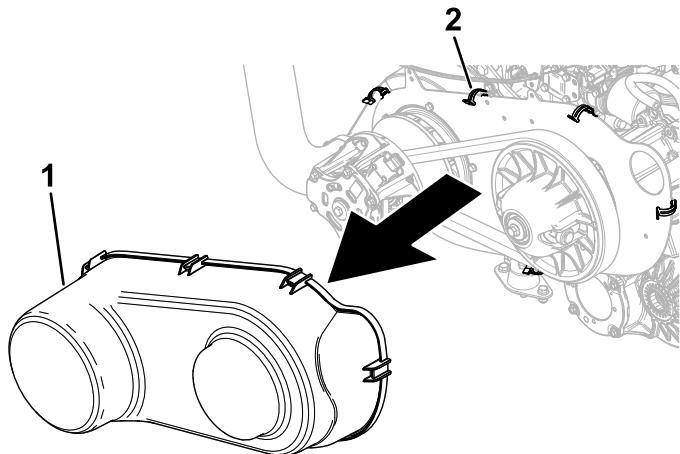

Figure 129
5. Débloquez les 6 clips élastiques qui fixent le protège-courroie et déposez celui-ci (Figure 129).
8. Reposez le protège-courroie (Figure 129).
10. Reposez le protège-courroie (Figure 129).